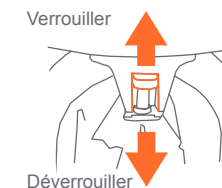

Fig. 14b
- Levez le levier roue pour engager le verrou et poussez le levier vers le bas pour dégager le dispositif de verrouillage (Fig. 14b).